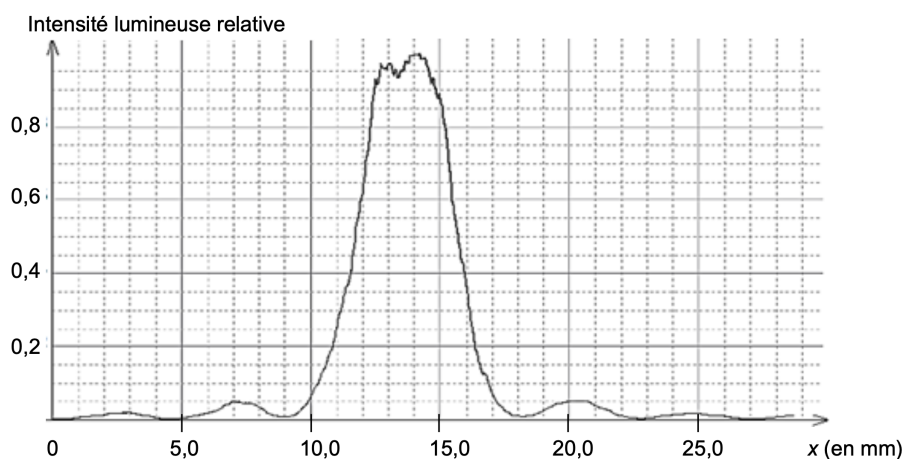

Figure 3. Intensité lumineuse relative en fonction de la position sur l'écran
Pour faire une mesure précise, on remplace l'écran par une caméra qui permet d'obtenir l'intensité lumineuse relative\* en fonction de la position  $x$ , repérée selon l'axe indiqué sur la photo de la figure 2. L'origine  $x = 0$  m est prise sur le bord du capteur de la caméra. On obtient alors la figure 3.
**RÉA** 1.3. Déterminer la valeur de la longueur d'onde de la diode laser utilisée en exploitant la courbe obtenue sur la figure 3. La comparer à la valeur indiquée par le constructeur.